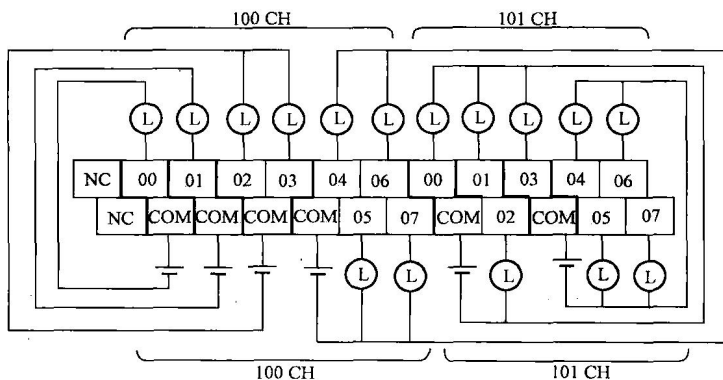

图 1-16 源型晶体管输出及其负载的连接
3) 源型晶体管输出及其负载的连接, 如图 1-16 所示。作为脉冲输出使用的情况下, 用 PLC 系统设定 [脉冲输出 0] ~ [脉冲输出 3] 进行设定。